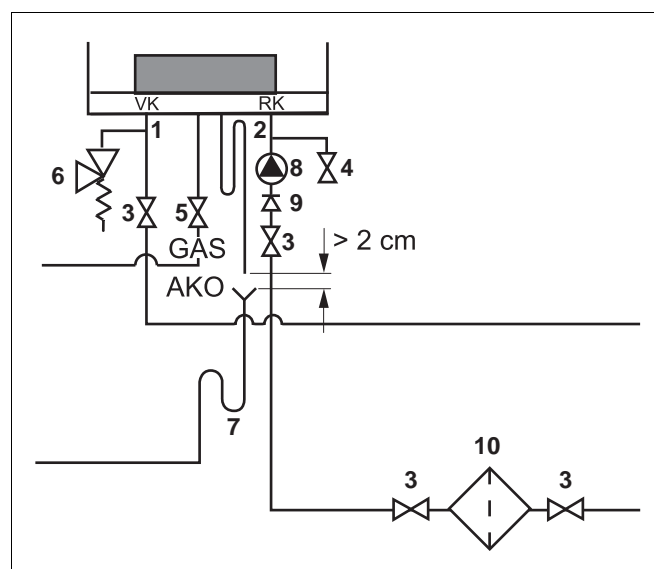

Fig. 14 Racordarea turului și a returului
Pentru protecția întregii instalații recomandăm să montați un filtru pentru impurități (Fig. 14, **Poz. 10**) pe conducta de retur. Pentru racordul cazanului de încălzire la o instalație de încălzire existentă de mai demult montarea este absolut indispensabilă.
- Montați fără tensiune conducta de tur cu garnitură plată de cauciuc inserată (Fig. 14, **Poz. 1**) la racordul VK (tur cazan). Folosiți conducta de tur cu un diametru minim de 1½".
- Montați fără tensiune conducta de retur cu garnitură plată de cauciuc inserată (Fig. 14, **Poz. 2**) la racordul RK (retur cazan). Folosiți o conductă de gaz cu un diametru minim de 1½".
- Montați pentru întreținerea cazanului de încălzire câte un robinet de întreținere (Fig. 14, **Poz. 3**) pe tur și retur. Folosiți robinete de întreținere cu un diametru minim de 1½".
- Racordați un robinet de umplere și de golire (Fig. 14, **Poz. 4**) în conducta de retur.